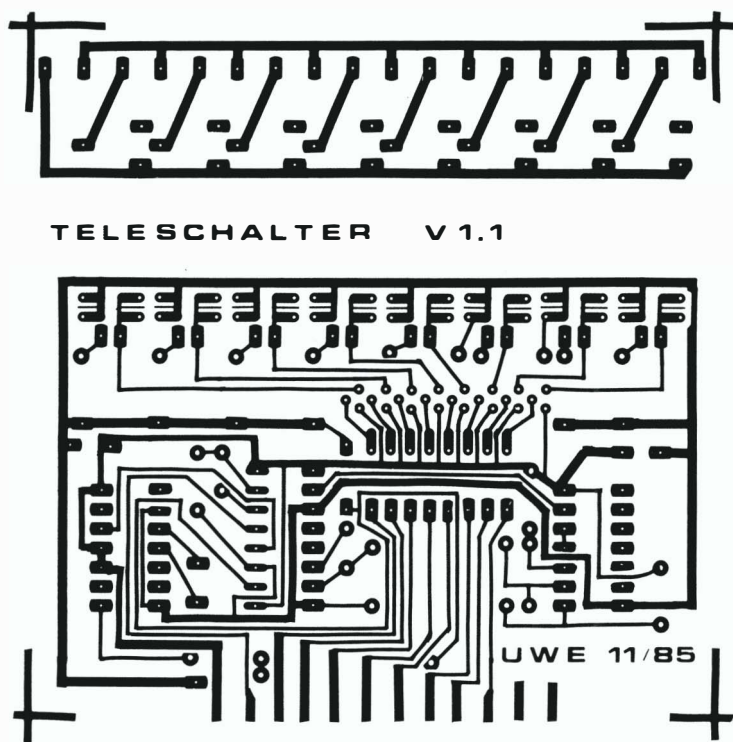
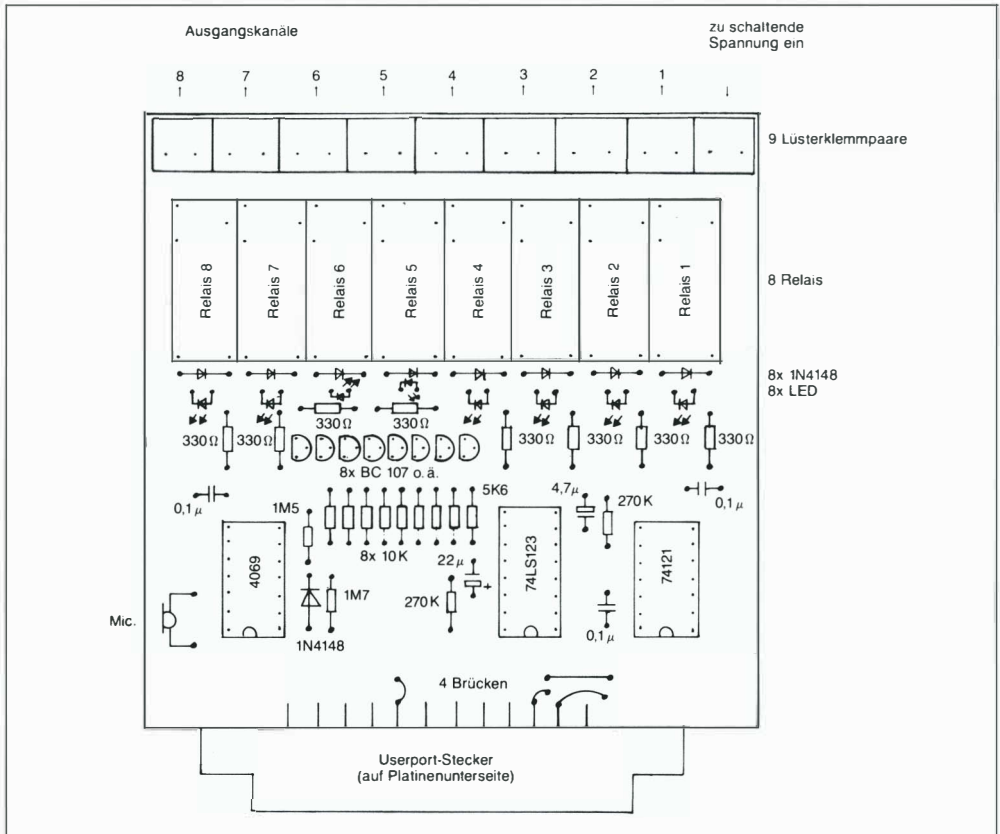

Bild 2.47: Das Layout zum Teleschalter
Bild 2.48: Bestückung des Teleschalters
Der Aufbau der Schaltung kann auf einer Platine nach dem abgebildeten Layout (Bild 2.47) anhand des Bestückungsplans (Bild 2.48) erfolgen. Tabelle 2.16, Seite 102, enthält die benötigten Einzelteile.
- 1 einseitige Platine nach Bild 2.47